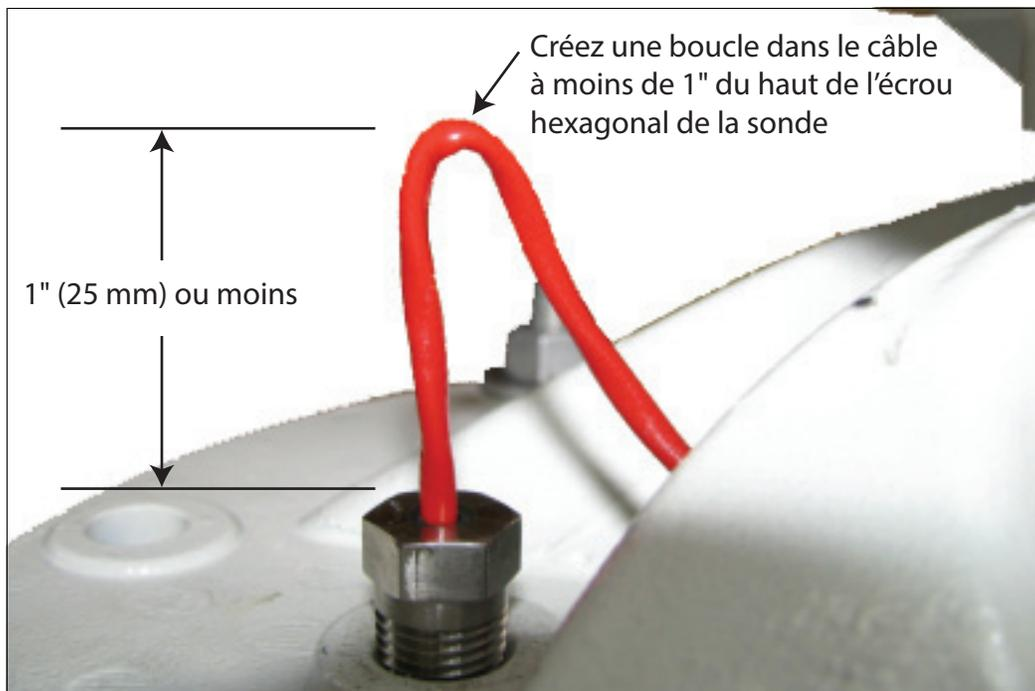

Figure 29. Préparation du câble de la sonde de température pour le capuchon de protection
5. Installez le capuchon en vinyle (réf. 514100-485) de la sonde de température au-dessus du câble de la sonde en réalisant une petite torsion dans le câble à moins d'un pouce au-dessus de l'écrou hexagonal de la sonde (voir la Figure 29).